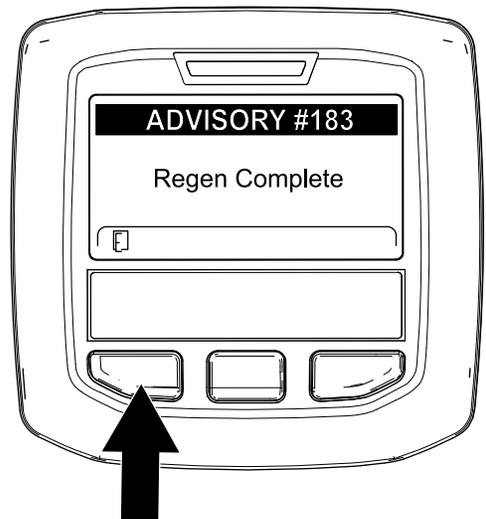

图33
9. 当发动机计算机完成驻车或恢复再生时, InfoCenter (信息中心) 将显示 ADVISORY #183 (第 183 号提醒) (图33)。按左侧按钮可退出至主屏幕。